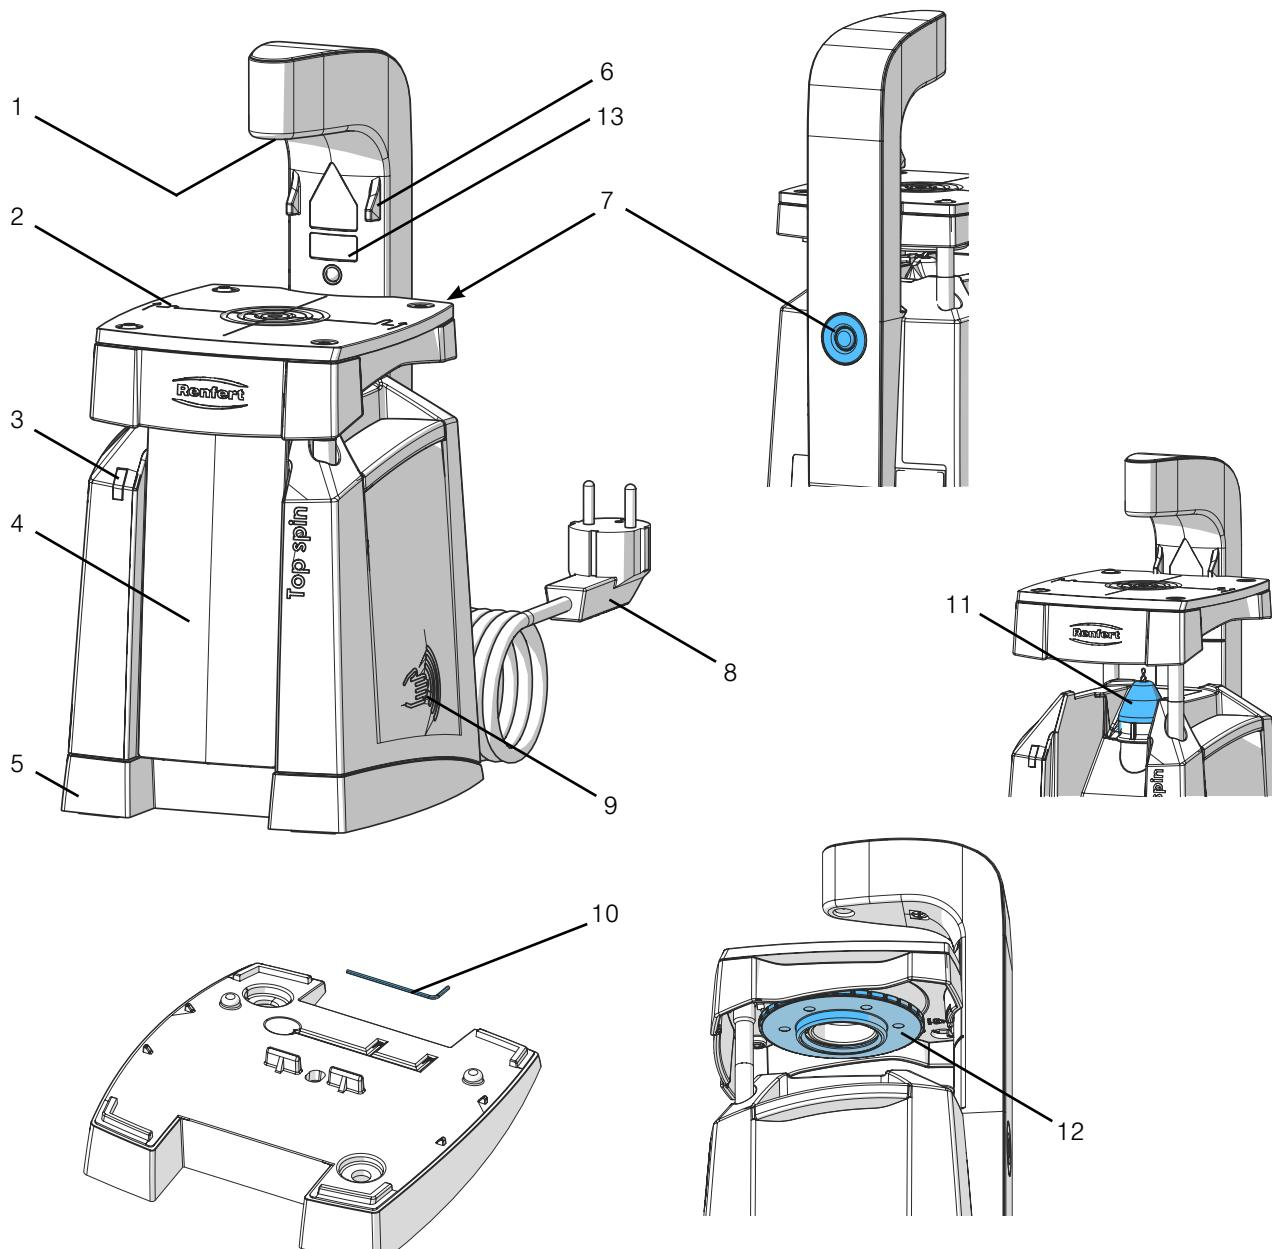

図 1
- ⇒ ステッカーセットから、使用される言語のレーザー警告指示をはがし、現状の警告指示の上に重ねて貼り付けて下さい (13、図1)。
⇒歯列模型を穿孔テーブル（2、図1）に置き、ガイドレーザー（1、図1）を利用して位置決めします。
- ⇒ 堆積した粉塵を筆もしくは、軽く叩いて集塵トレー（4、図1）に落とし、集塵トレーを下の角から手前に引いて外します。